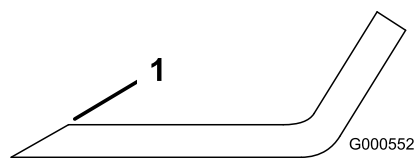
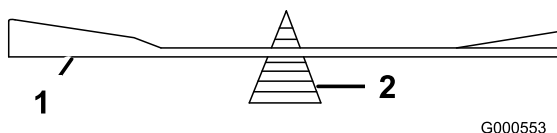

Figura 41
Figura 42
1. Utilice una lima para afilar el filo de corte en ambos extremos de la cuchilla (Figura 41). Mantenga el ángulo original. La cuchilla permanece equilibrada
2. Verifique el equilibrio de la cuchilla colocándola sobre un equilibrador de cuchillas (Figura 42). Si la cuchilla se mantiene horizontal, está equilibrada y puede utilizarse. Si la cuchilla no está equilibrada, rebaje algo el metal en la parte de la vela solamente (Figura 41). Repita este procedimiento hasta que la cuchilla esté equilibrada.